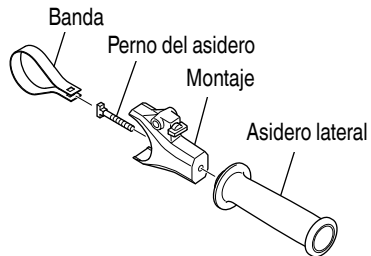

Fig. 10
- (1) Gire el asidero lateral para desmontarlo. (Fig. 10)